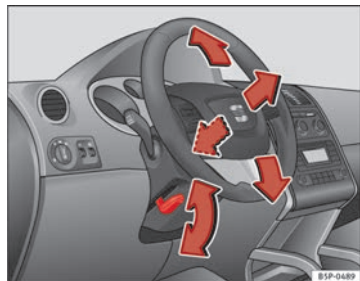

Abb. 136 Lenkradposition einstellen
- Schwenken Sie den Hebel ⇒ Abb. 136 unter der Lenksäule nach unten ⇒ ⚠.